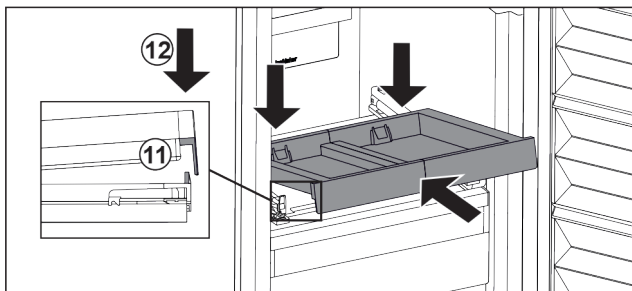

Fig. 32
- ▶ Šikmo zasuňte. Dbejte, aby byl na obou stranách doraz za západkou. Fig. 32 (11)
- ▶ Usadte vpředu vysouvací přihrádku. Fig. 32 (12)